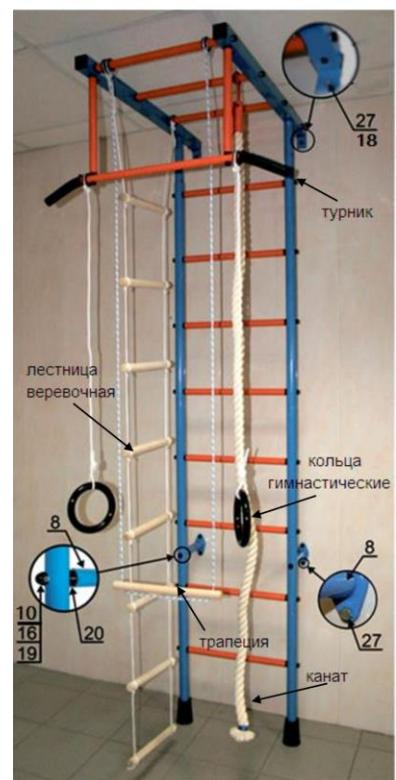

Рис.2. Вариант сборки «А-Мастер 2x» креплением к стене.
- 1) крепление комплекса к стене (рис. 2).